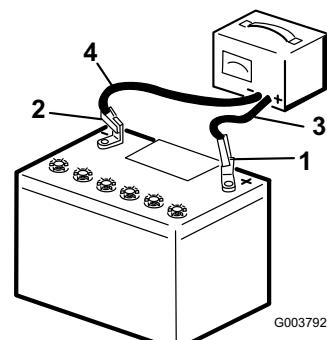

Figura 39
3. Caricare la batteria per 10 o 15 minuti a 25 – 30 A o 30 minuti a 4 – 6 A (Figura 39). Non sovraccaricarla.
- Quando la batteria è completamente carica, staccare il caricabatterie dalla presa elettrica e scollegare i cavi di ricarica dai poli della batteria (Figura 39).